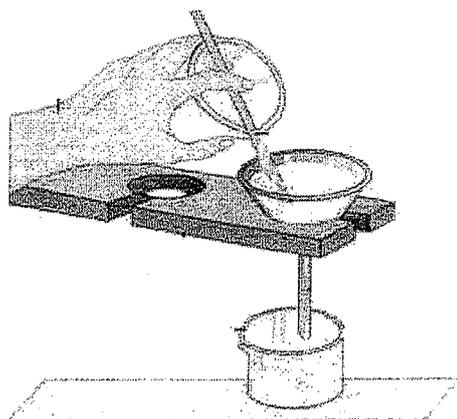

Figura 11.5. Técnica de filtração e lavagem de precipitado ou partículas sólidas em uma mistura.
- d- Transferir aos poucos e cuidadosamente a amostra (sal + areia + água) do béquer para o funil recolhendo o filtrado em uma proveta de 100,0 mL. Observar a técnica de filtração, Figura 11.5.